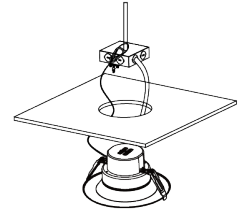

Fig. 8
- Insérer le conduit flexible préinstallé relié au luminaire dans la boîte de jonction et effectuer le câblage conformément au schéma ci-dessus. Refixer le couvercle de la boîte de jonction une fois terminé (Fig. 8).